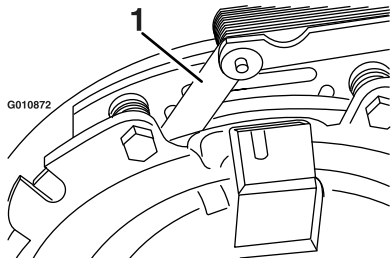
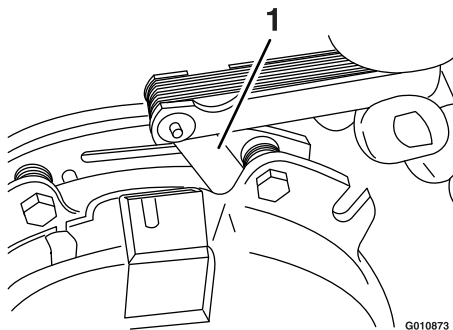

Figure 67
Figure 68
- E. À l'aide d'une jauge d'épaisseur de 0,025 cm (0,010 po), vérifiez qu'il existe un entrefer entre le rotor et la face de l'induit, de chaque côté du pôle de frein, comme montré à la Figure 67 et la Figure 68.